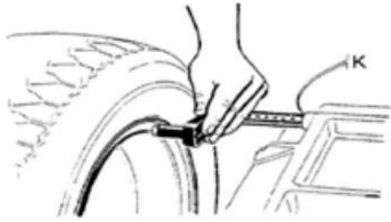

Fig.1
- Wert „a“ einstellen: Das Messgerät in die Messposition bringen (siehe Abb. 1),